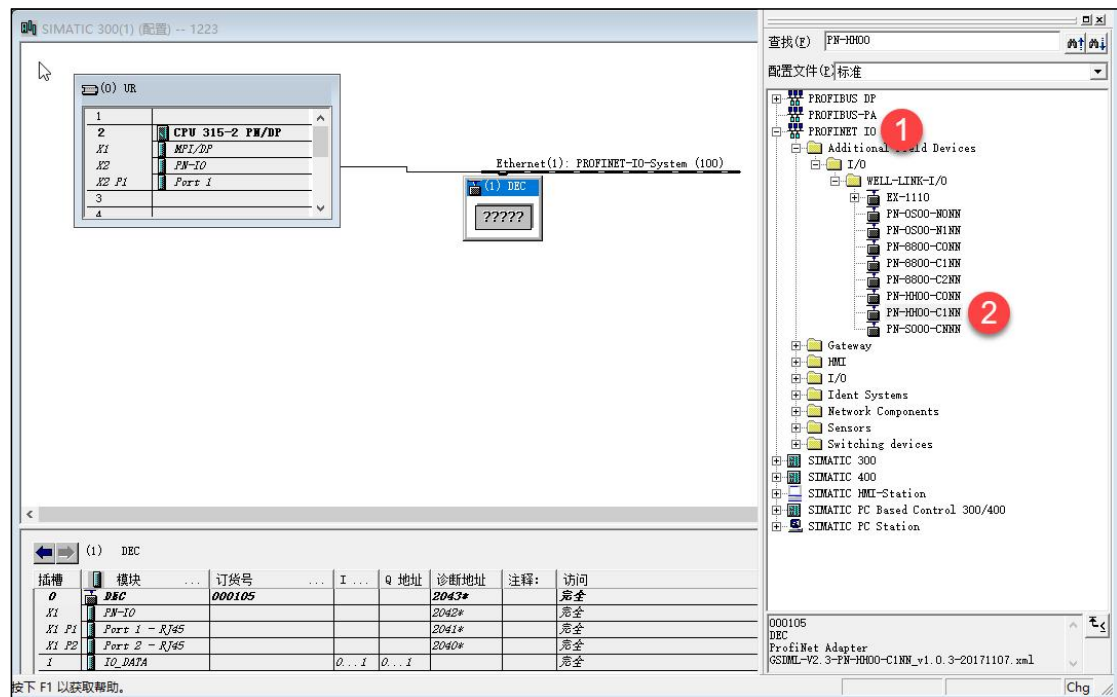

图 5-2-25 将 IO 模块添加在 Ethernet(1) 子网中
在 Ethernet (1) 中，配置 I/O 设备站，在右侧中选择 PN-HH00-C1NN 拖拽到 Ethernet (1) 子网下面，如图 5-2-25 所示。